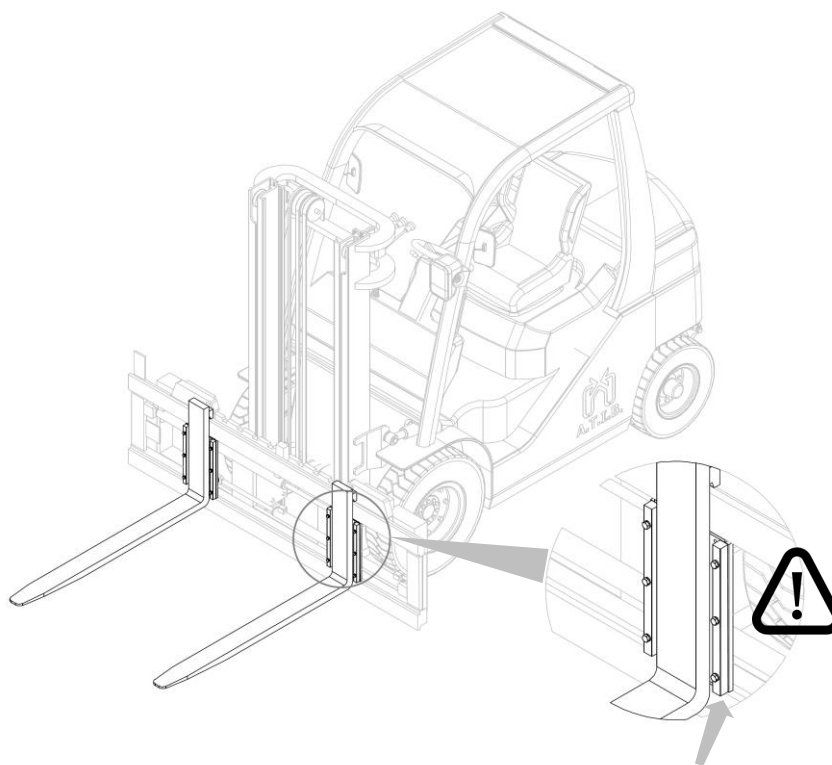

Figura 11
2. Inserire le forche e riavvitare i fermi forca (vedi *Figura 11*).